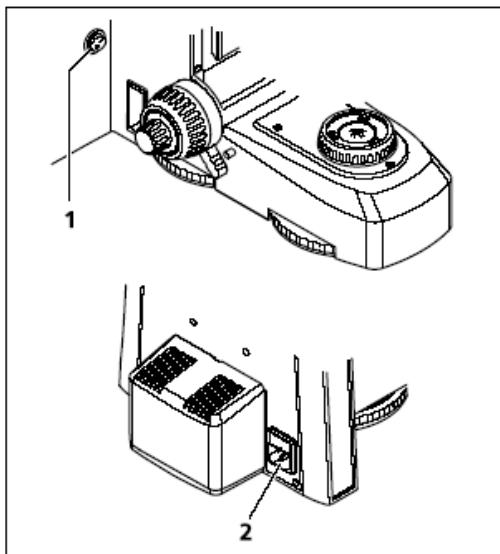

图3-35 HAL 50照明的下部主机体上
- 将显微镜电源线插入到电插座上，连接电源（图3-35/2）。该显微镜的可调电源和电压范围是100-240 V，50 ...60 Hz。电源供应设备自动调节，以适应现有的电压。
- 打开或关闭带有下部主机体的LED或HAL 50照明的电源开关（图3-35/1）。